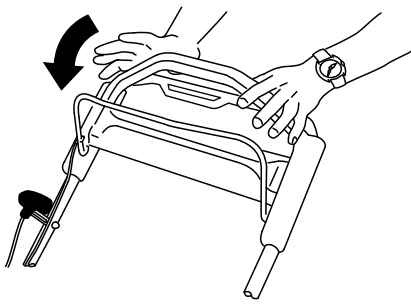

Figure 19
Relâchez la barre de commande des lames (Figure 19).
- Si l'obturateur d'éjection arrière n'est pas installé, saisissez-le par la poignée, relevez le volet arrière et insérez-le dans la goulotte d'éjection arrière jusqu'à ce que le dispositif de verrouillage s'enclenche; voir Figure 19.